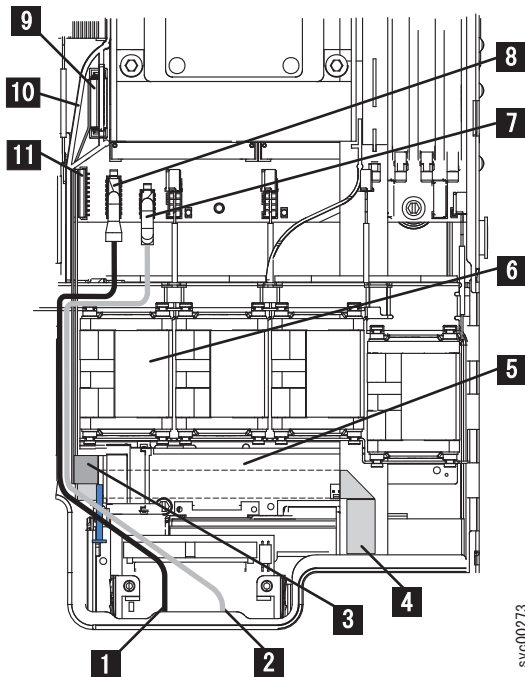

図 227. SAN ボリューム・コントローラー 2145-8G4 のビデオ・ケーブル、USB ケーブル、および CD/DVD ケーブル
4. ライト・パス・アセンブリーのリボン・ケーブル **4** をシステム・ボードに通します。ケーブルをシステム・ボード・ソケット **11** に再接続します。図 227 の中で、ノードのフロントは図の下部に示されています。ケーブル・プラグ上のコネクタはノード中央方向に持ってゆき、青側はノードの外部方向に持ってゆきます。